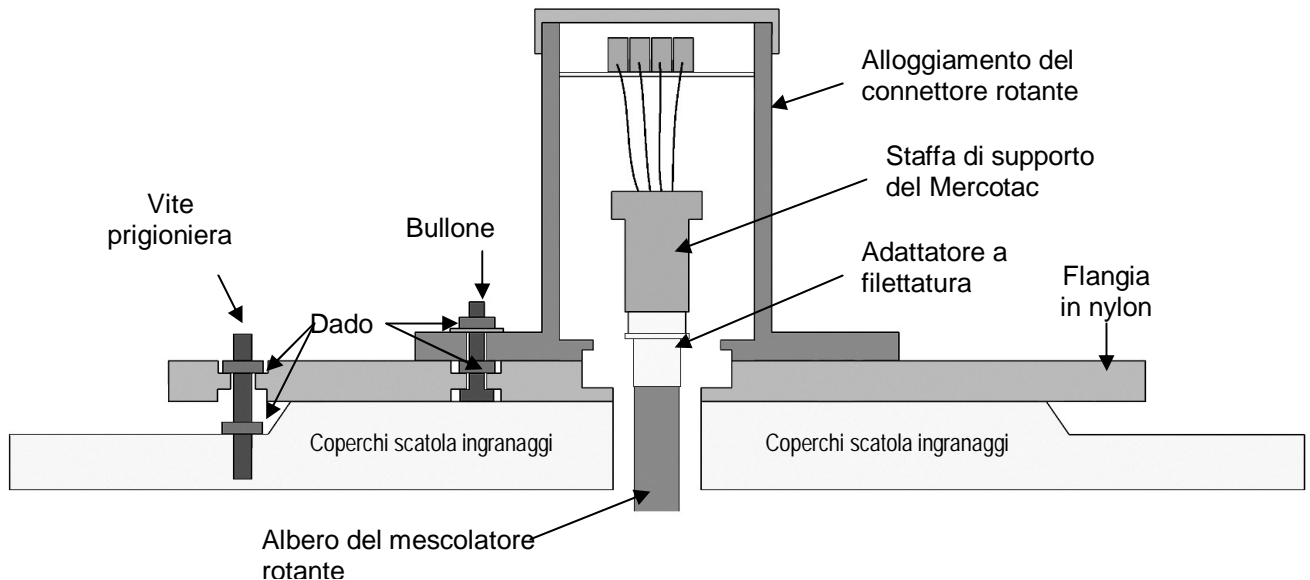

Figura 18 – Montaggio del connettore rotante tipo 'A'
- Montare la flangia nella parte superiore della piastra di copertura sostituendo i bulloni della copertura precedentemente rimossi con viti prigioniera più lunghe. Fissare le viti prigioniera per assicurare in sede il connettore rotante. Vedere figura 18.